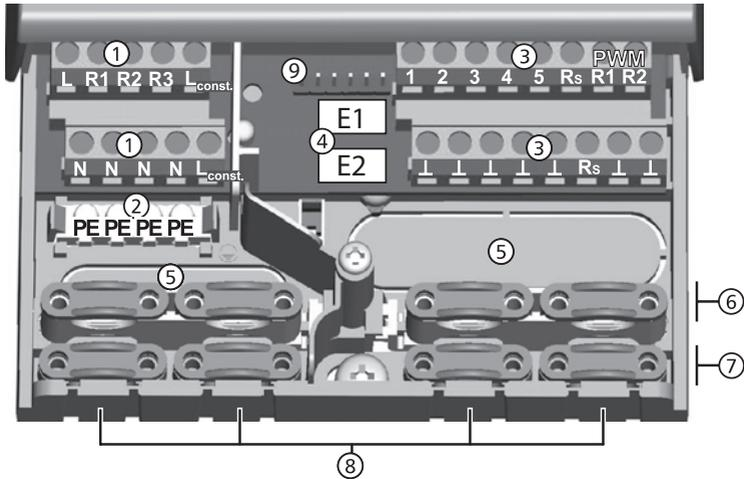

Abb. 3: Anschlussklemmen im unteren Teil des Reglers (Klemmenabdeckung entfernt)
1. Leitungsöffnungen ⑤ (Abb. 3) mit einem geeigneten Werkzeug ausbrechen.
1. *Benötigte* Leitungsöffnungen ⑥ (Abb. 3) links und rechts mit einem geeigneten Messer einschneiden und ausbrechen.